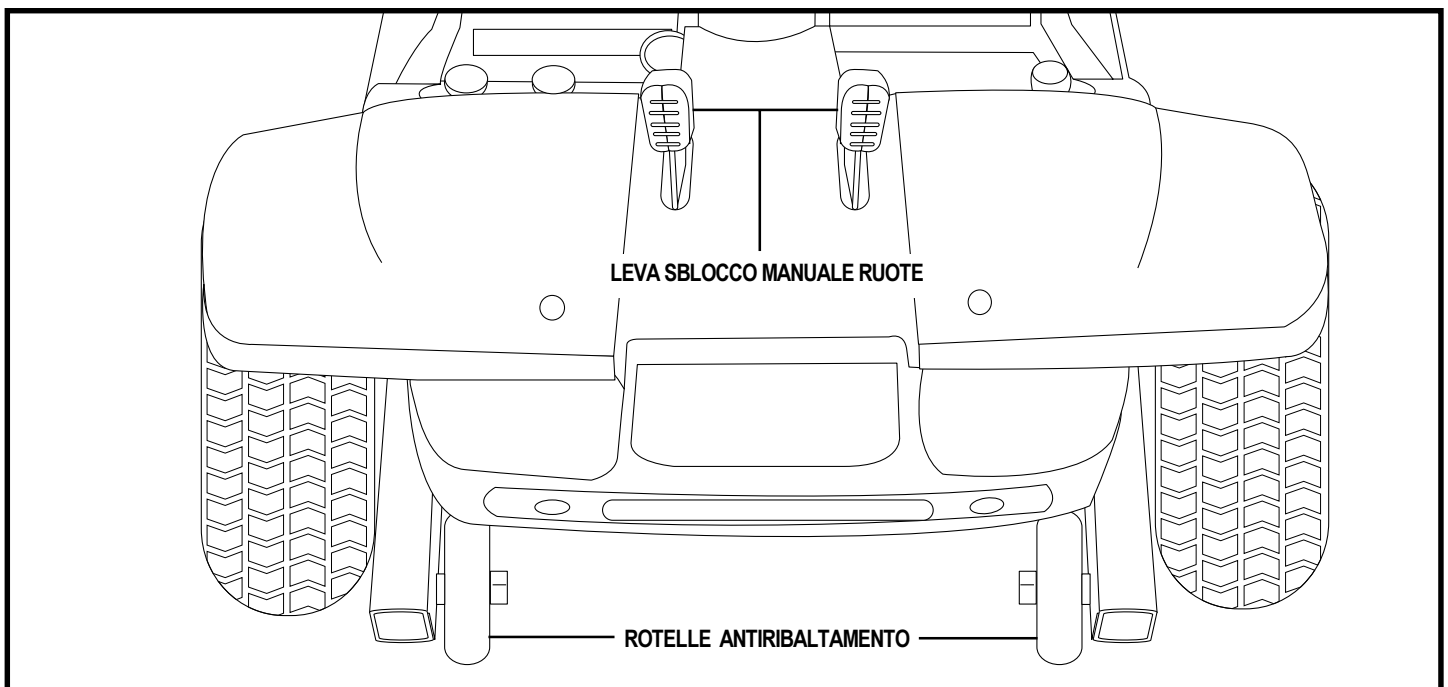

Figura 7. Parte posteriore della base di alimentazione
1. Individuare le leve nella parte posteriore della base di alimentazione. Vedere figura 7.